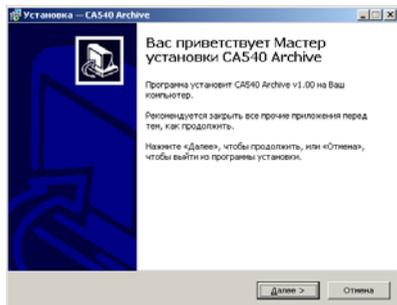

Рисунок 8.12
1) Включить ПК и начать установку программы "CA540 Archive", для чего из папки "CA540_PC", размещенной на инсталляционном диске, входящем в комплект поставки, запустить исполняемый файл  setup_CA540_ARCH_xxx.exe (xxx – версия программы). На экране появится окно мастера установки CA540 PC (рисунок 8.12).